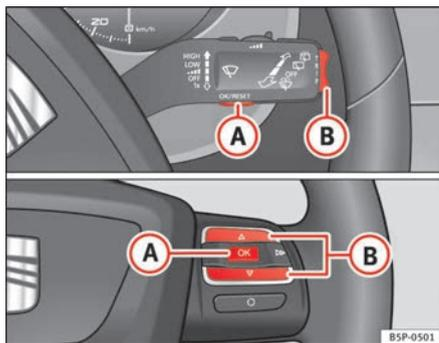

Fig. 39 Botões basculantes A e B. Comandos no volante.
Quando se aproxima o prazo para mandar realizar um serviço, aparece um **pré-aviso de serviço**. É visualizado o símbolo de uma «chave de fendas» e a indicação «km» com a quilometragem que falta até ao próximo serviço a realizar. Ao fim de cerca de 10 segundos a indicação é mudada. É visualizado um «símbolo do relógio» e o número de dias até à realização do próximo serviço. No visor* do painel de instrumentos aparece a seguinte mensagem: **SERV. EM... KM OU... DIAS**. Cerca de 20 segundos depois de se ligar a ignição ou do motor estar a trabalhar, apaga-se o indicador da manutenção. Premindo o botão de retorno a zero do conta-quilómetros parcial ou premindo o interruptor basculante do MFA ⇒ página 64, fig. 39 ⑧, pode-se regressar ao indicador normal.
- Com a ignição ligada, premir brevemente o botão ⇒ fig. 39 **A** do manípulo do limpa-vidros para mudar de uma memória para outra ou premir o botão **A** dos comandos no volante ⇒ fig. 39.